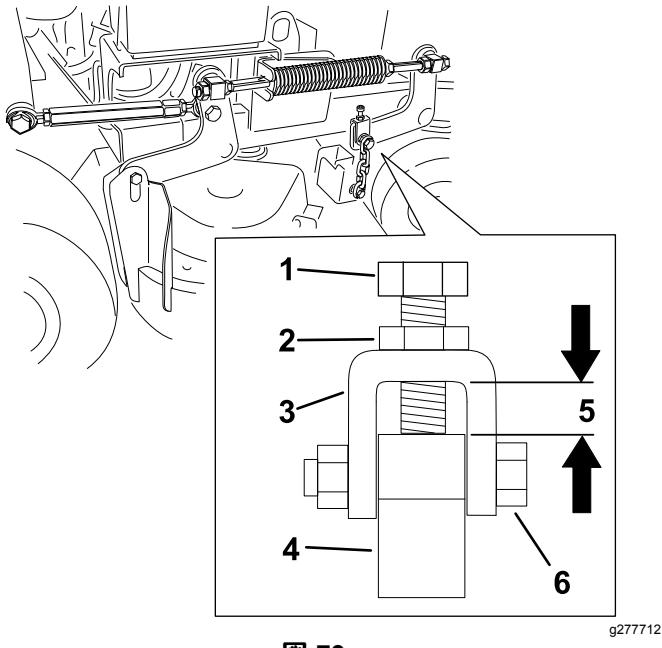

図 79
- 注** この適正距離は図 79に示すように 11 mm であることが必要。
6. 調整が必要な場合は、上チェーンボルトをゆるめる図 79。
7. 図 79に示す正しい距離になるように、ジャムナットをゆるめて調整ボルトで調整を行う。